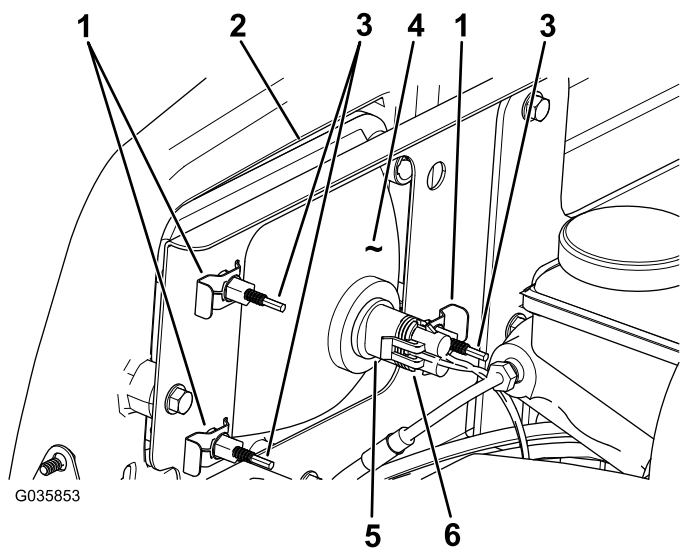

图 45
3. 将线束的电气接头与新灯总成的接头断开 图 45。
4. 卸下将大灯固定至大灯支架上的快速夹图 45。
5. 将大灯总成从前保险杠的开口向前推出卸下大灯总成图 45。
6. 通过保险杠开口将新大灯装入图 45。
8. 将线束的电气接头与灯总成的接头连接图 45。
2. 在大灯总成背面旋转调节螺丝图 45以转动大灯总成调整光束投射的位置。